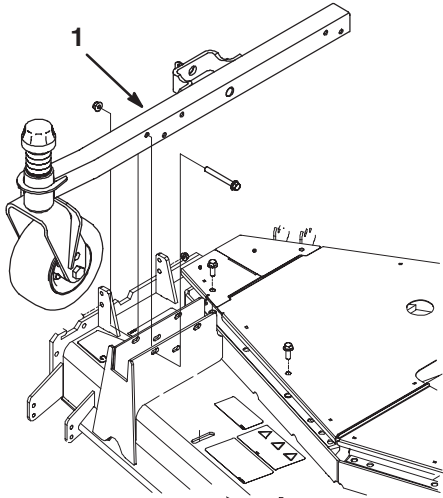

Bild 3
2. Entfernen Sie die Schrauben und Muttern, mit denen der rechte Laufradarm am Mähwerk befestigt ist (Bild 3). Nehmen Sie den Laufradarm ab.